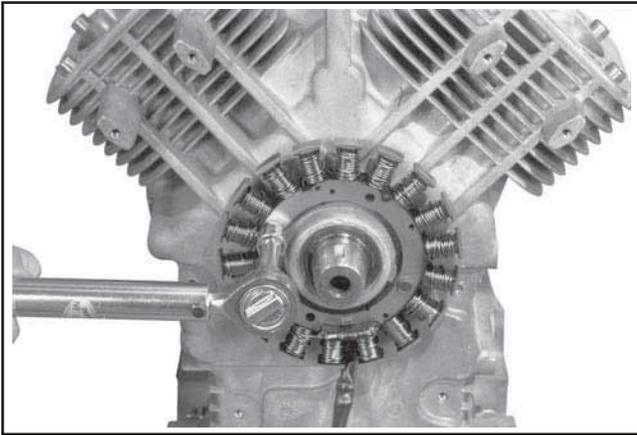

Figure 11-23. Serrage des vis du stator.
- Monter et serrer les deux vis hexagonales à embase à **6,2 N·m (55 pouces lb)**. Voir la Figure 11-23.